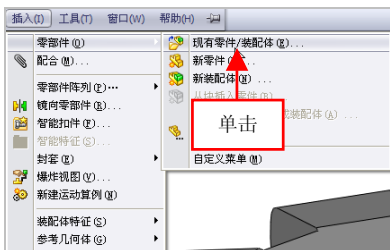

图 10-2 单击【现有零件/装配体】命令
(2) 在菜单栏中，单击【插入】|【零部件】|【现有零件/装配体】命令，如图 10-2 所示。